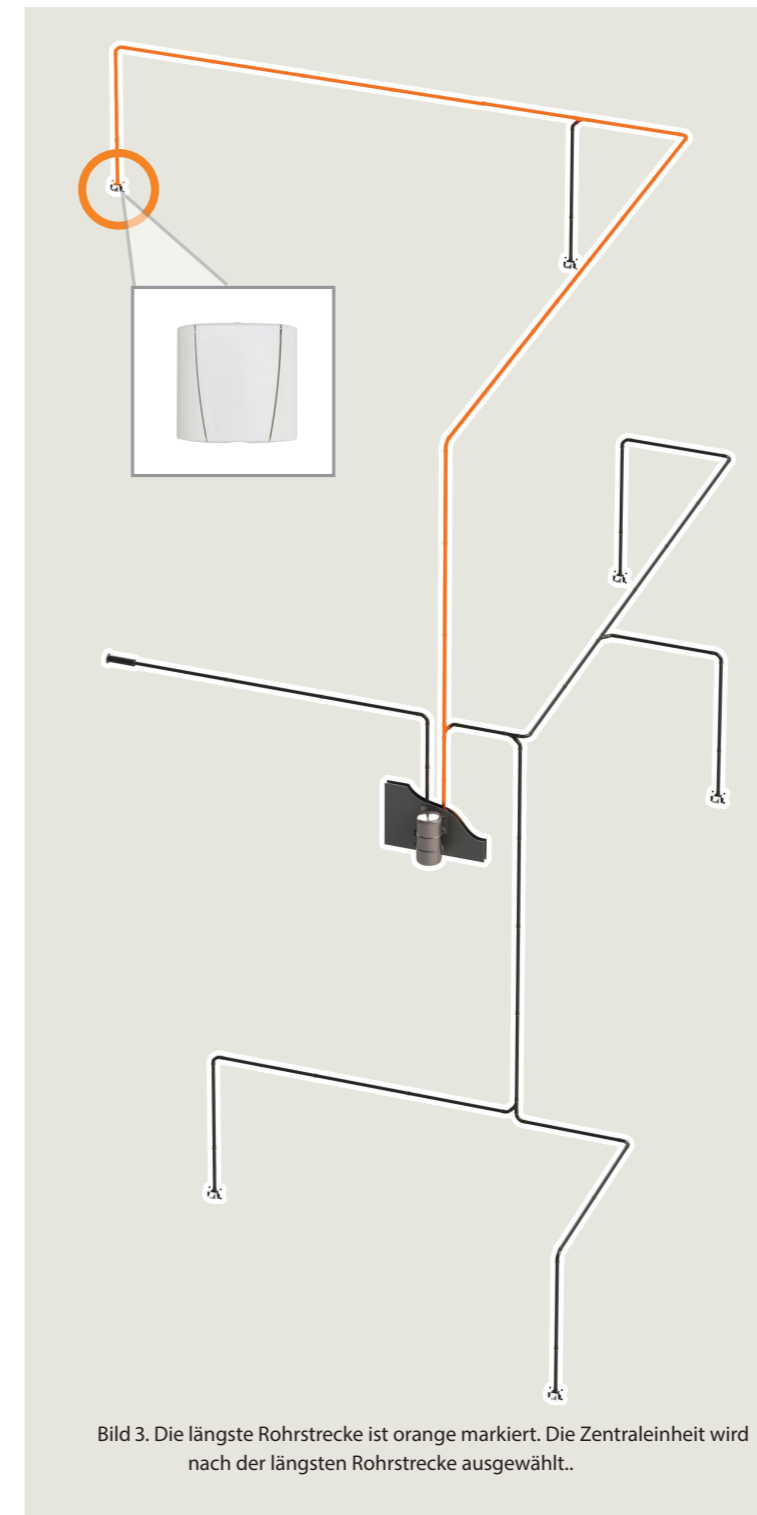

Bild 3. Die längste Rohrstrecke ist orange markiert. Die Zentraleinheit wird nach der längsten Rohrstrecke ausgewählt.
- Die Wahl der Zentraleinheit ist abhängig von der maximalen Rohrlänge, d.h. der Distanz zwischen der Zentraleinheit und der am weitesten entfernten Saugdose (siehe Bild 3).